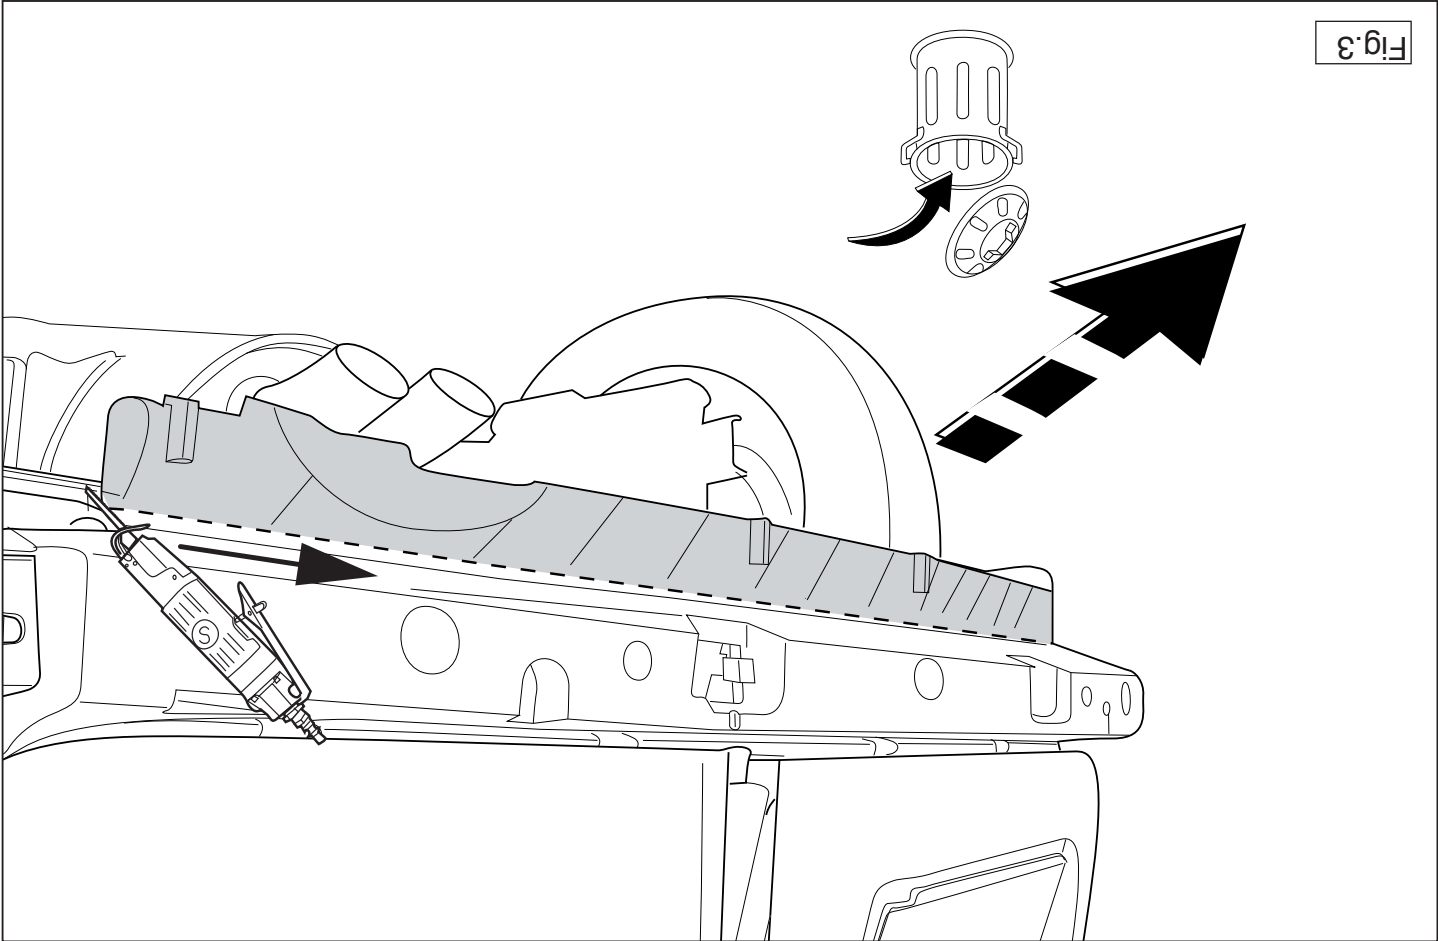

Fig. 3
Saw out the indicated section in accordance with figure 3.
4. **Für Be Bop/Express Compact Fahrzeuge gilt:** Gemäß Abb. 3 das angegebene Teil abschneiden.